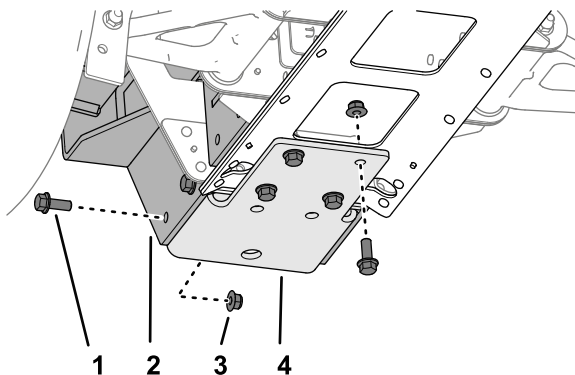

Figura 52
1. Montate, senza serrarla, la staffa inferiore, il supporto del raccattapalle e la piastra del canale centrale come illustrato nella Figura 52 con 8 bulloni flangiati ($\frac{3}{8}$ " x 1") e 8 dadi di bloccaggio flangiati ($\frac{3}{8}$ ").
3. Rimuovete gli 8 bulloni flangiati ($\frac{3}{8}$ " x 1"), gli 8 dadi di bloccaggio flangiati ($\frac{3}{8}$ ") e la staffa inferiore e il supporto del raccattapalle dalla macchina (Figura 52).